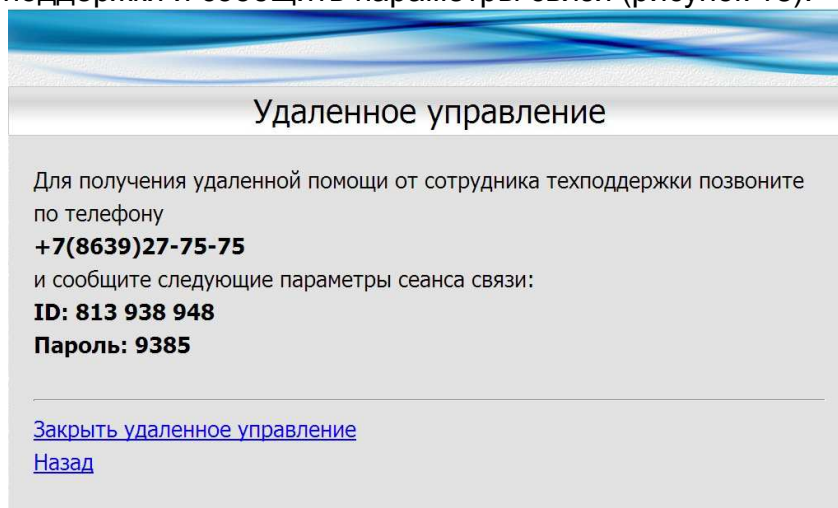

Рисунок 18
9.2.6 Удаленное управление. Позволяет запустить или остановить дистанционное управление через клиент TeamViewer (требует обязательного подключения к интернету). Используется при удаленной настройке терминала, для чего необходимо обратиться в отдел технической поддержки и сообщить параметры связи (рисунок 18).